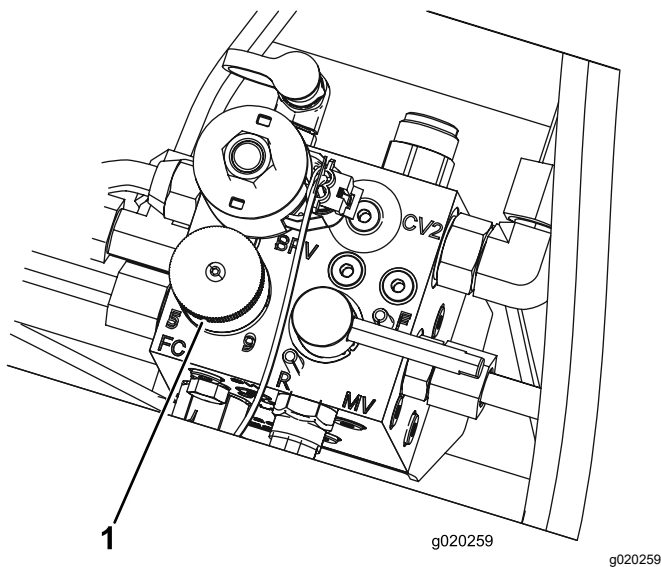

Bild 33
4. Drehen Sie zum Einstellen der Spindeldrehzahl das Handrad (**Bild 33**), bis die Zeiger auf die Nummer zeigen, die der gewünschten Einstellung entspricht.